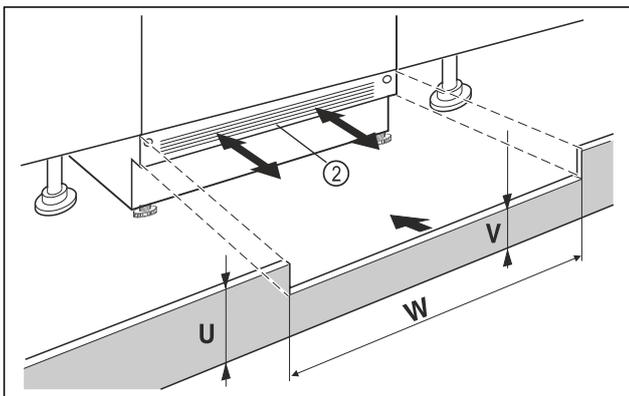

Fig. 91 Príkladné zobrazenie
- ▶ Nasadte podstavcový kryt zariadenia Fig. 91 (2), ale ešte ho neupevňujte.
- ▶ Pri viditeľnom podstavcovom kryte Fig. 91 (2) tento potiahnite dopredu tak ďaleko, aby predná hrana vetracej mriežky a podstavcového krytu nábytku tvorili jednu rovínu.
- ▶ Pri zakrytom podstavcovom kryte Fig. 91 (2) tento posuňte úplne dozadu.
- ▶ Dávajte pozor na úplne voľnú vetráciu štrbinu: V prípade potreby prirežte výšku podstavcového krytu nábytku Fig. 91 (U)!
- ▶ Pozdĺž šírky výklenku Fig. 91 (W) prispôbte výšku medzisteny Fig. 91 (V) pod podstavcovým krytom zariadenia Fig. 91 (2).